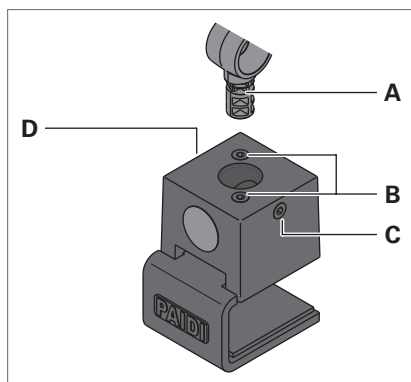

Fig. 1: Monteren.
- Fixeer de tafelklem met de schroeven **B** aan het montageoppervlak, zie Fig. 1.